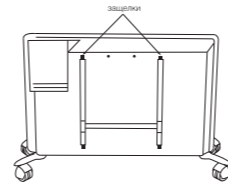

Рис. 4
- освободить настенный кронштейн от конвектора, необходимо следующим образом: нажмите на защелки и потяните кронштейн на себя нажав вниз на две защелки (рис. 4);
Конвектор не требует специального ухода. Перед обслуживанием (уходом) необходимо выключить конвектор из электросети и убедитесь что он остыл. Корпус прибора следует время от времени протирать мягкой тряпкой или влажной губкой. Ни в коем случае не используйте абразивные средства и растворители. Произвести чистку пространства позади установленного на стене обогревателя довольно несложно. Нажмите вниз две защелки (рис. 4) на задней стенке обогревателя, и потяните сам обогреватель вперед. После того, как он будет снят, можно будет вымыть стенку, на которой он был установлен. После завершения уборки установите обогреватель в его нормальное рабочее положение. Рекомендуемая температура и влажность в помещении: а) для работы конвектора: от -25 до +30 °C, влажность от 40 до 90%; б) для хранения конвектора : от -20 до +80 °C, влажность от 40 до 90%.